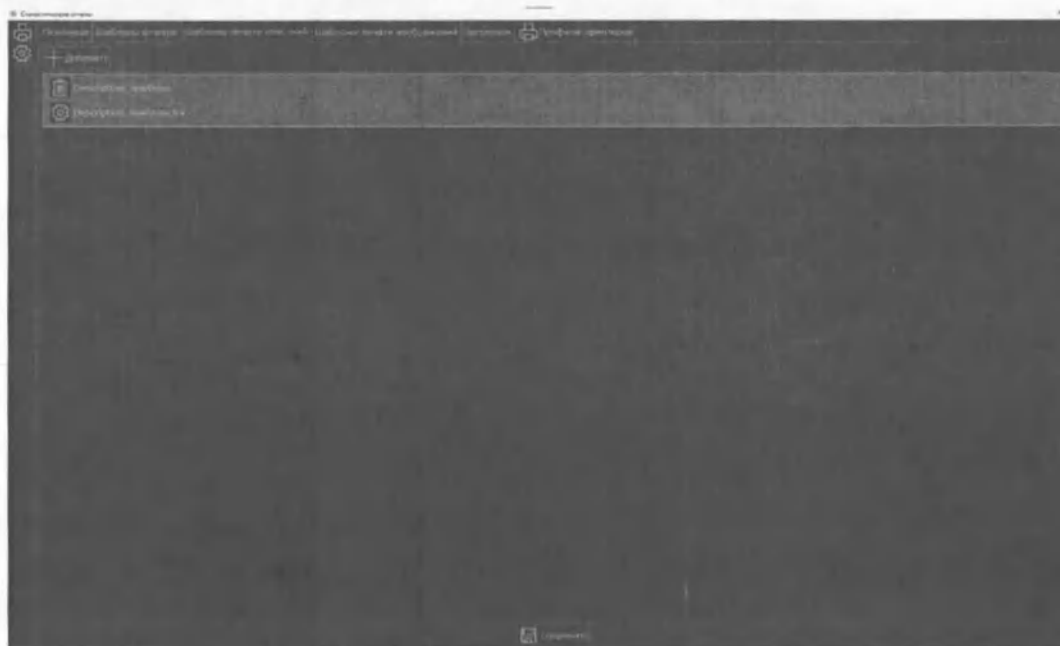

Рис. 144 Внешний вид вкладки "Шаблон печати описаний"
- В открывшемся окне выбрать вкладку «Шаблоны печати описаний» (Рис. 144 Внешний вид вкладки "Шаблон печати описаний");